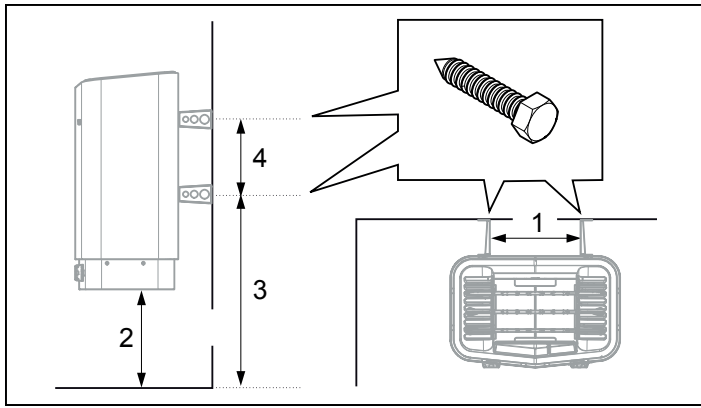

Abbildung 12: Abmessungen
7. Positionieren Sie die Halterungsschrauben unter Beachtung der Maßangaben (siehe Abbildung 12).